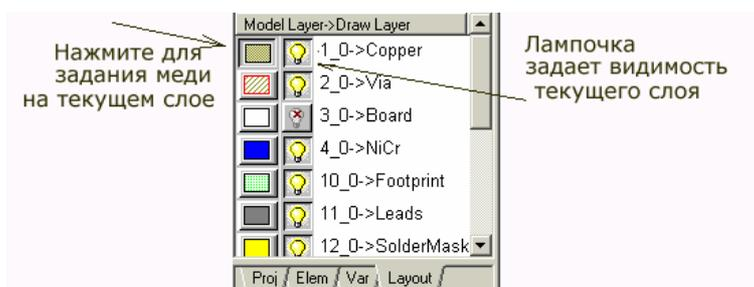

Рис. 4.16. Выбор слоя для создания и редактирования
5. Нажмите прямоугольную кнопку «Copper» в левом столбике, чтобы активизировать слой меди, как показано на нижнем рисунке (не нажимайте лампочку (рис. 4.16), так как это задает только высвечивание слоя для показа).